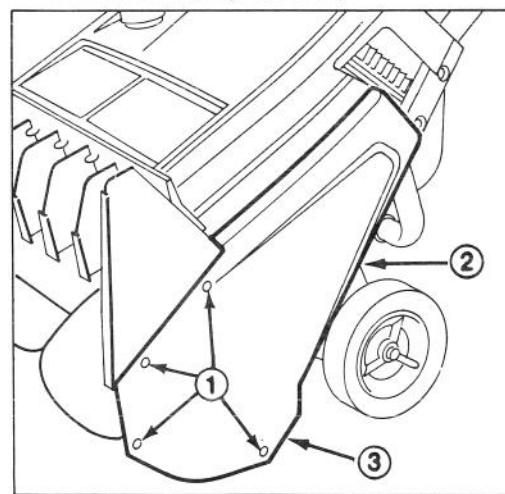

Fig. 8
SOSTITUZIONE DELLA CINGHIA DELLA TRASMISSIONE (Fig. 8, 9 e 10)
2. Rimuovete viti, dadi d'arresto e bullone a garnizione senza dado (Fig. 8). Mettete il coperchio della cinghia da parte.